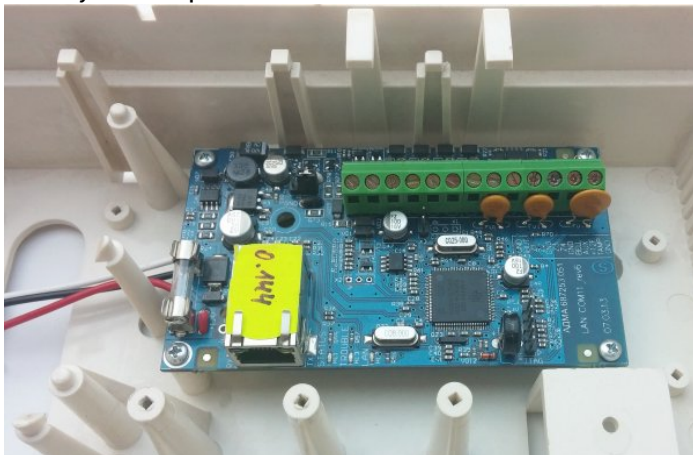

Рисунок 32. Коммуникатор «LanCom» rev.15 в корпусе прибора
2. Установить коммуникатор в корпус (рисунок 32) и подключить его (рисунок 43);